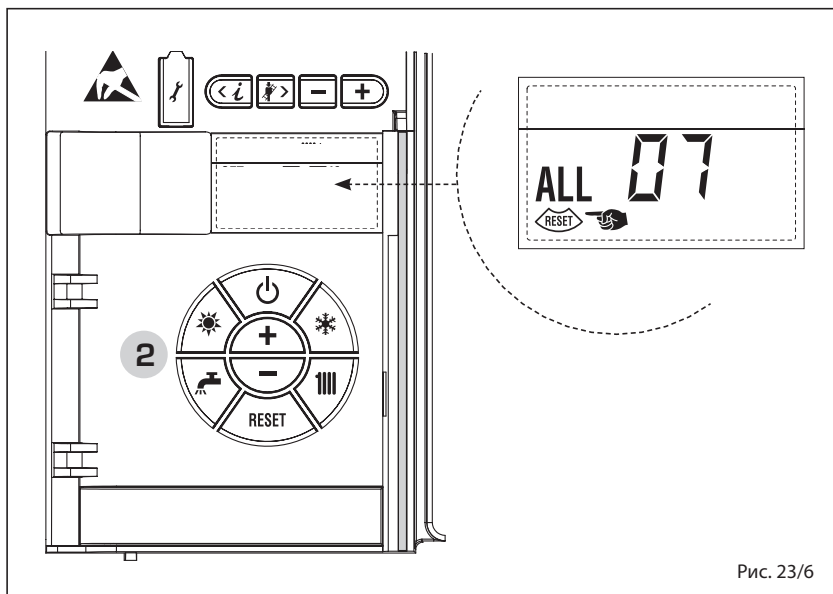

Рис. 23/6
– НЕПОЛАДКА - ПАРАЗИТНОЕ ПЛАМЯ, «ТРЕВ. 08» (рис. 23/7)